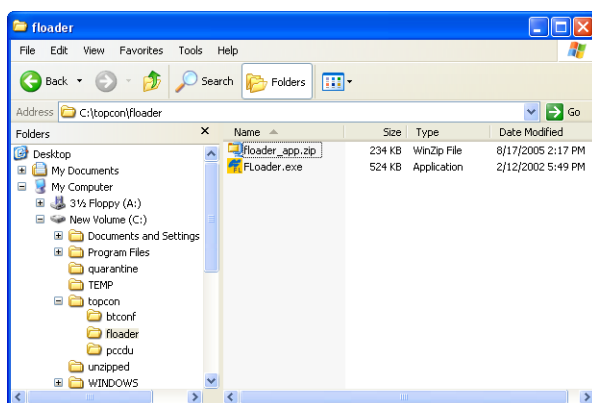

Figura 2-5. Extraer Programa y Crear Acceso Directo
3. Copie el archivo FLoader.exe en la carpeta FLoader folder (Figura 2-5 en la página 2-7).
4. Cree un acceso directo en el escritorio de la computadora para acceder rápidamente al FLoader (Figura 2-5 en la página 2-7).